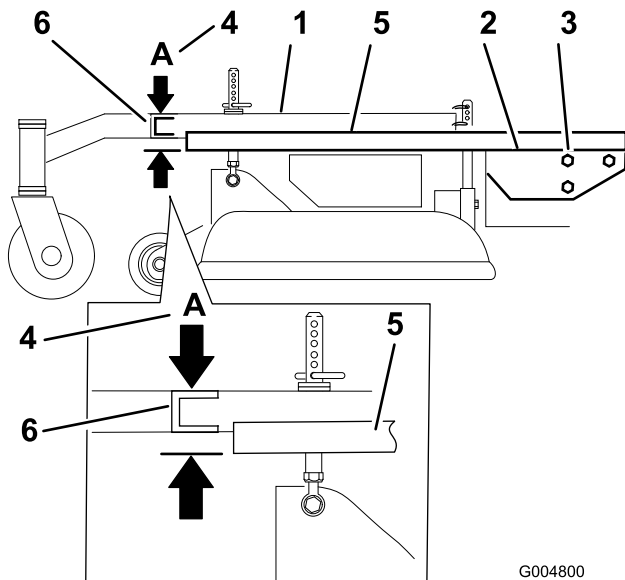

Figure 72
3. Placez une longue planche, ou autre objet similaire, parfaitement droite en haut du plancher moteur, comme illustré à la Figure 72.
4. Au niveau du tube transversal du bâti porteur, mesurez la hauteur au point **A** (Figure 72). Elle doit être égale à 33 mm (1-5/16") \pm 6 mm (1/4").
6. Desserrez les boulons de montage du bâti porteur de chaque côté de la machine (Figure 72).
7. Alignez le bâti porteur et le plancher moteur à la même hauteur qu'au point **A**, c.-à-d. 33 mm (1-5/16") \pm 6 mm (1/4") (Figure 72).